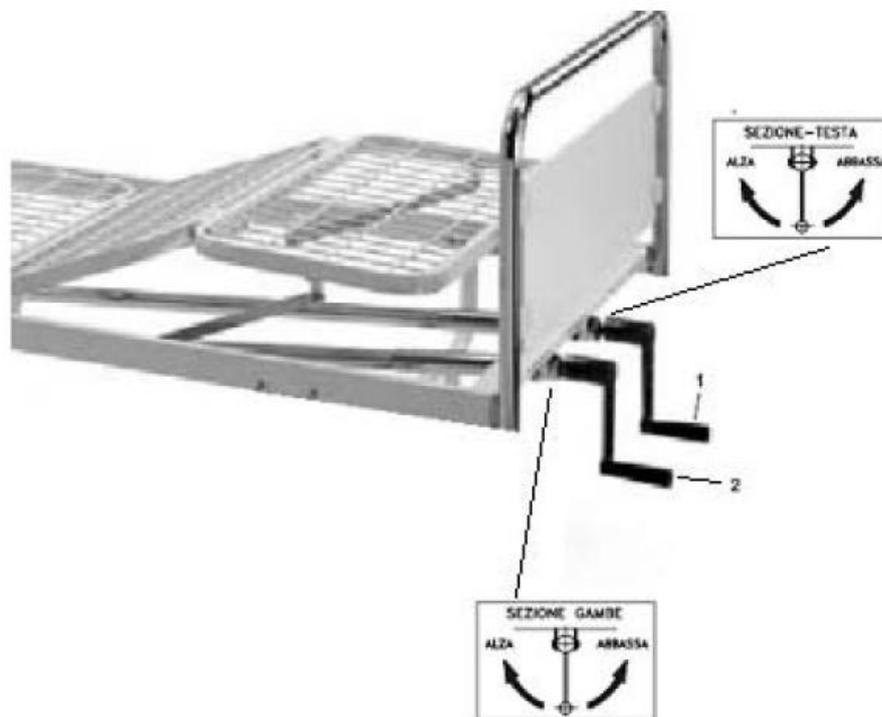

Fig. 8 Regolazione della sezione testa e della sezione gambe del letto Art. A 5132
4.2 Regolazione della sezione testa del letto Art. A5132 (Fig. 8)
4.3 Regolazione della sezione gambe del letto Art. A5132 (Fig. 8)